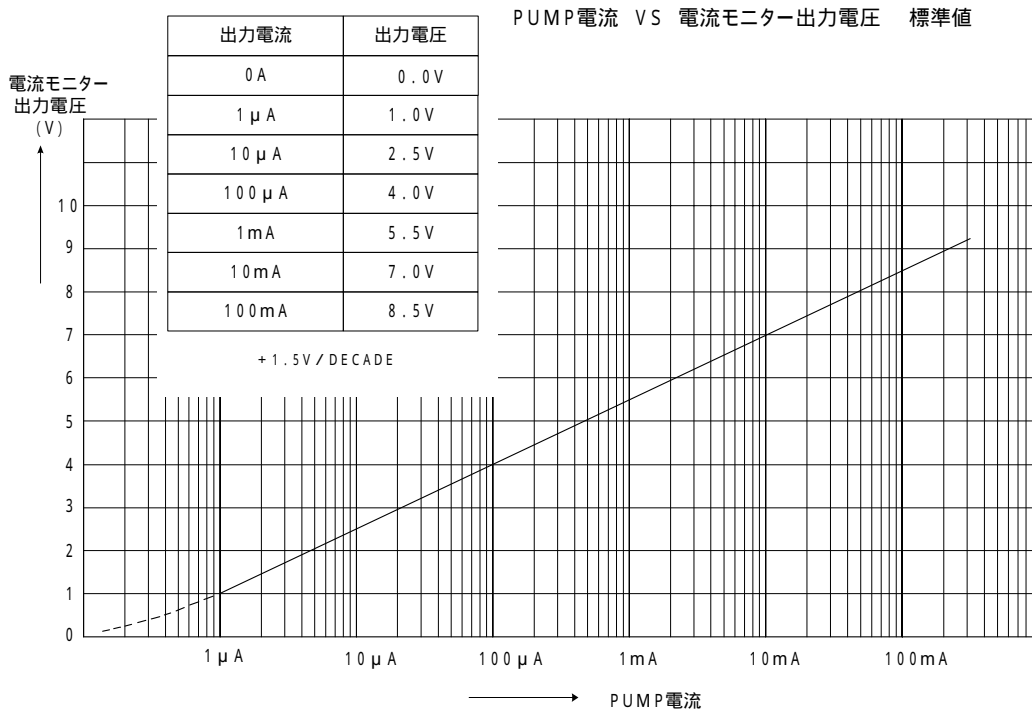

図4 PUMP電流（HV出力電流）とモニター出力電圧の関係
- * 2 CURR MONITOR OUTは、HV出力電流を0~10VDCでLOG出力します。(図4参照)
HV 出力電流は DC 電圧で LOG 出力されます。(図4 参照)